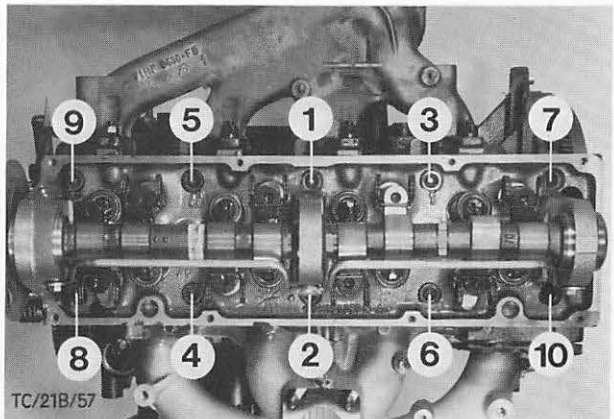

Abb. 117 Anzugsreihenfolge – Zylinderkopf
55. Zylinderkopf aufsetzen und Schrauben etwas beidrehen. Beide Zentrierbolzen gegen die restlichen zwei Schrauben austauschen. Zylinderkopf mit Spezialwerkzeug 21-002 und vorgeschriebenem Drehmoment (siehe Techn. Daten) in drei Stufen nach Schema, Abb. 117, festdrehen.